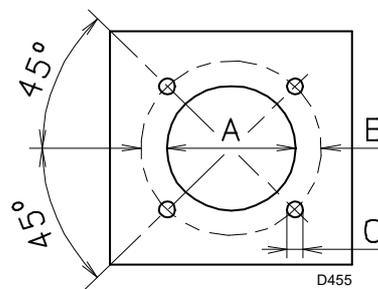

Fig. 14
Perforar la placa de cierre de la cámara de combustión como indica la Fig. 14 (Tab. K) La posición de los orificios roscados puede trazarse utilizando la junta aislante suministrada con el quemador.
- Introducir todo el quemador en el orificio de la caldera, preparado anteriormente (Fig. 14), y fijar con los tornillos suministrados.